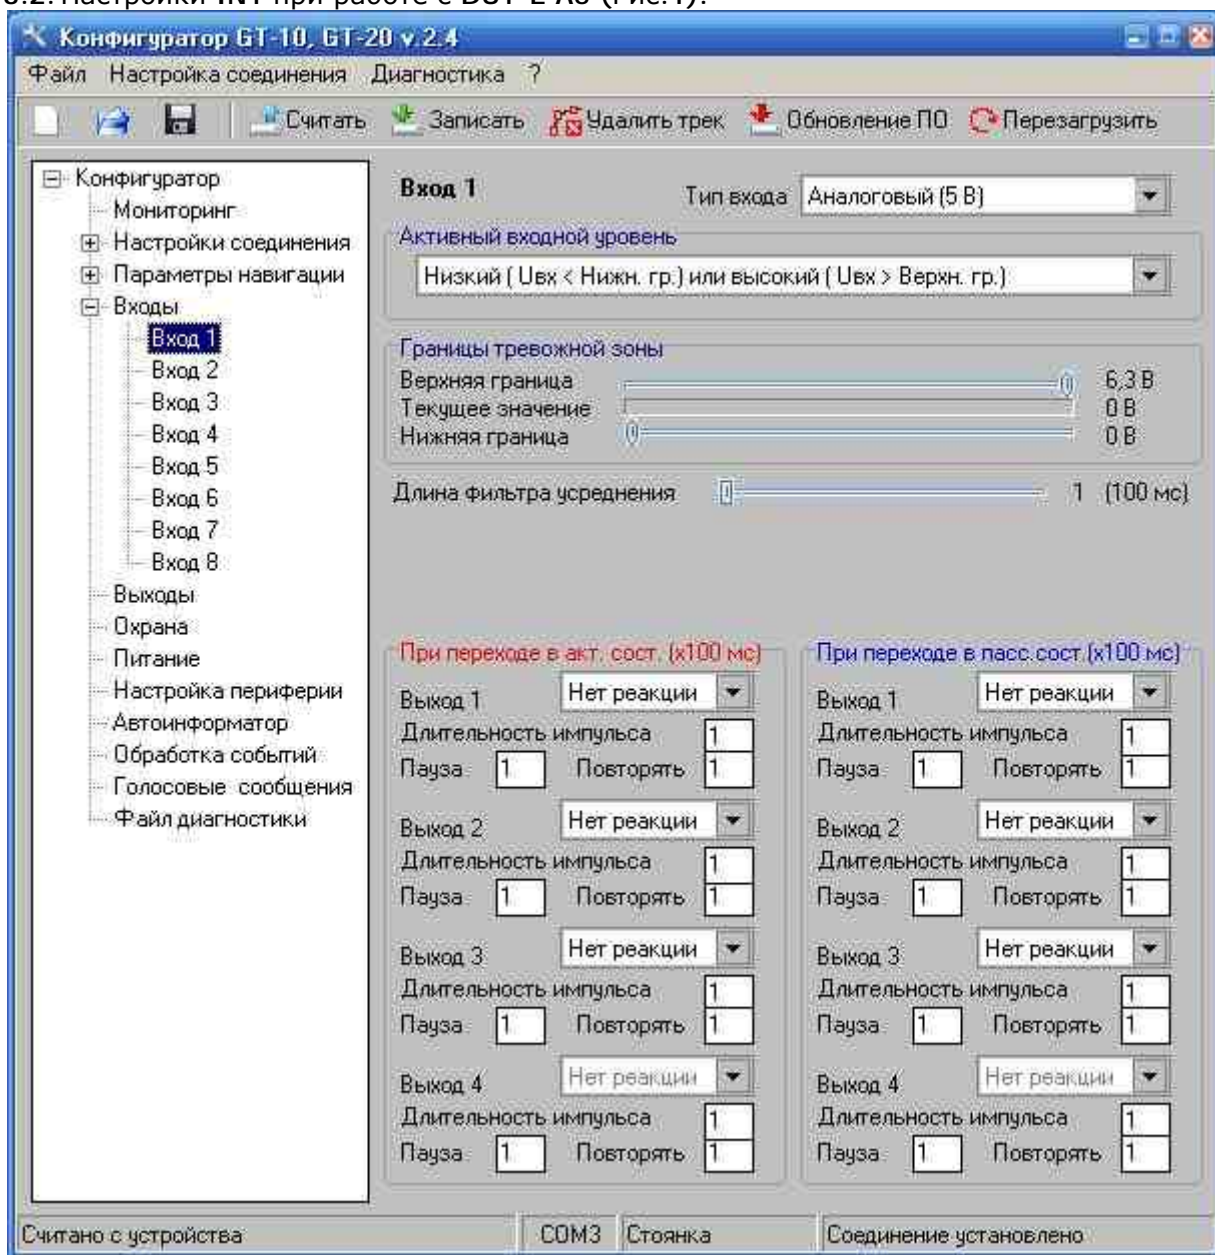

Рисунок 1
3.2. Настройки IN1 при работе с DUT-E A5 (Рис.1):